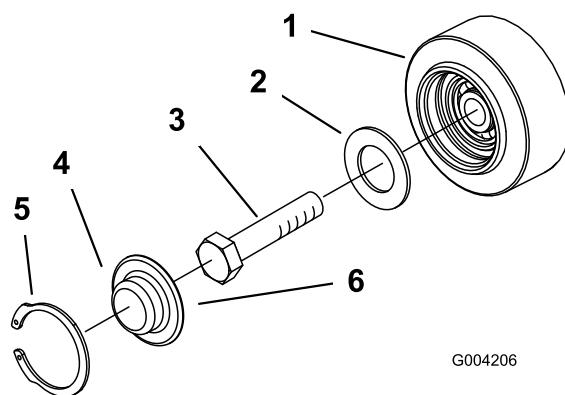

Figura 51
3. Retire la anilla a presión y el tapón de una de las ruedas de rodaje (Figura 51).
4. Compruebe la grasa que hay debajo del tapón y alrededor de la junta (Figura 51). Si está sucia, tiene arenilla o queda poca grasa, elimine toda la grasa, cambie la junta, y añada grasa nueva.